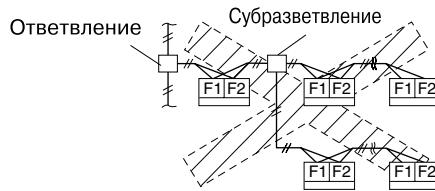

Рис. 15
- 4. В кабельной проводке между блоками допускается до 16 ответвлений. Ответвления после первого разветвления не допускаются. (См. рис. 15)